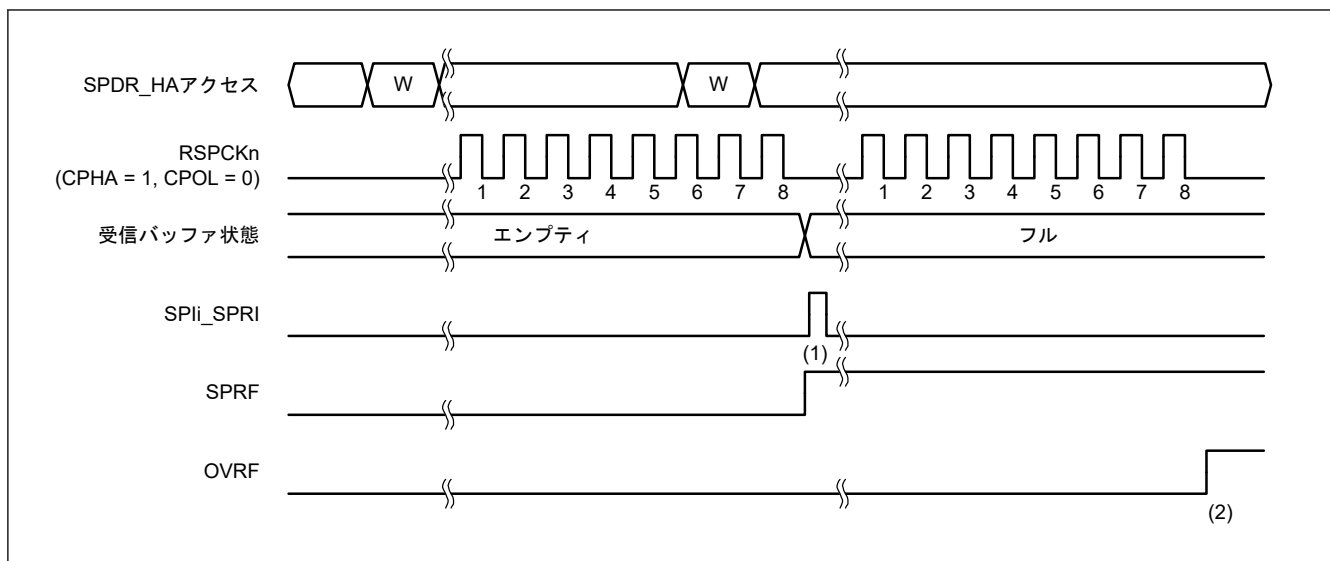
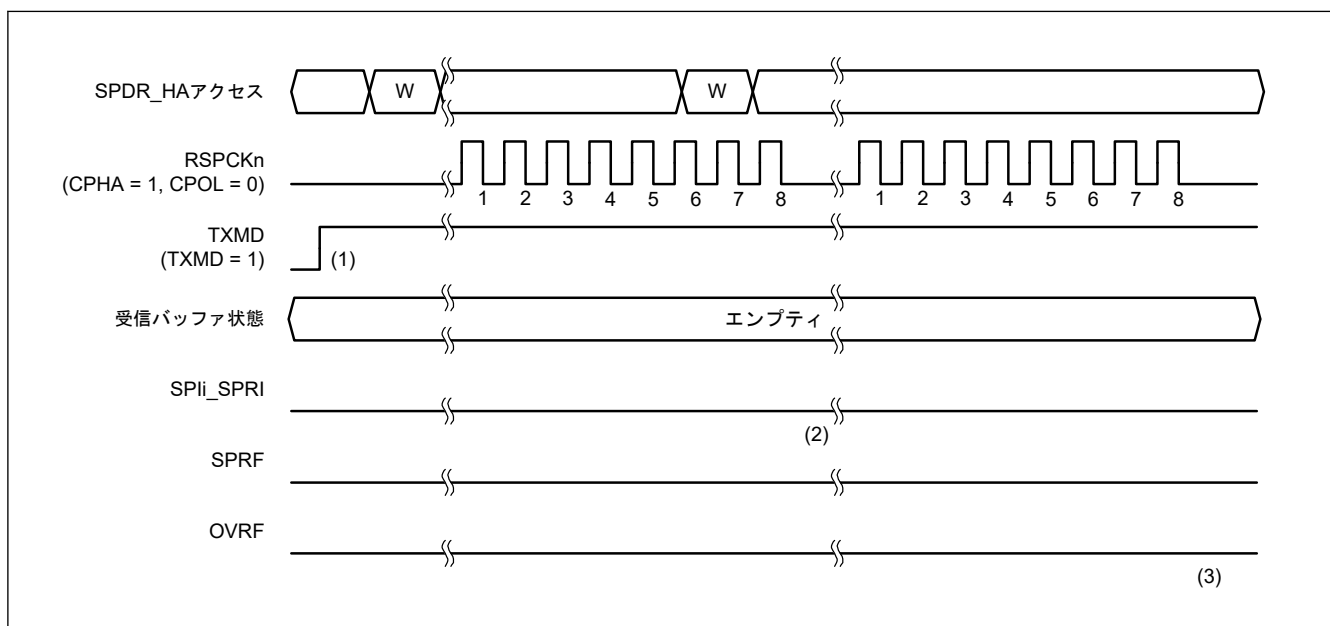
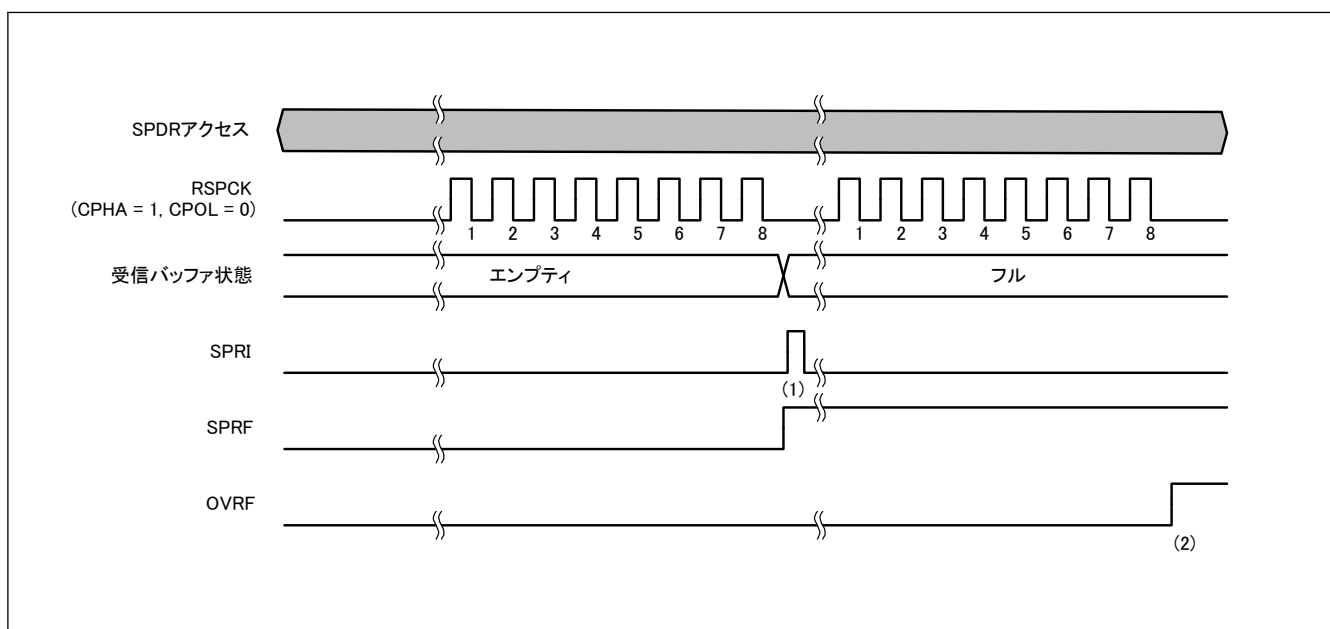

図 28.26 SPCR3.ETXMD = 0 かつ SPCR.TXMD = 0 の動作例
図 28.27 SPCR3.ETXMD = 0 かつ SPCR.TXMD = 1 の動作例
図 28.28 MSTR = 0 かつ ETXMD = 1 の場合の動作例
通信動作モード選択ビット (SPCR.TXMD) の設定により、全二重同期式シリアル通信または送信のみの動作が選択できます (拡張通信モード選択ビット (SPCR3.ETXMD) が 0 の場合)。SPCR3.ETXMD ビットが 1 の場合、スレーブモード (SPCR.MSTR = 0) で SPI の動作は受信専用です。これは SPCR.TXMD ビットが SPI の動作に影響を及ぼさないためです。図 28.26、図 28.27、および図 28.28 に記載したレジスタアクセスは、SPDR/SPDR_HA レジスタへのアクセスの条件を示します。W は書き込みサイクルを示します。
図 28.26 に、SPI コントロールレジスタ 3 (SPCR3) の拡張通信モード選択ビット (ETXMD) を 0、通信動作モード選択ビット (SPCR.TXMD) を 0 にした場合の動作例を示します。この例では、SPDCR.SPFC[1:0] ビットが 00b、SPCMDm.CPHA ビットが 1、SPCMDm.CPOL ビットが 0 の設定で、SPI が 8 ビットのシリアル転送を実行しています。RSPCKn 波形の下に記載した数字は、RSPCK サイクル数 (= 転送ビット数) を示しています。
以下に、図 28.26 の (1)、(2) に示したタイミングでのフラグ動作を説明します。
図 28.27 に、SPI コントロールレジスタ 3 (SPCR3) の拡張通信モード選択ビット (ETXMD) を 0、通信動作モード選択ビット (SPCR.TXMD) を 1 にした場合の動作例を示します。この例では、SPDCR.SPFC[1:0] ビットが 00b、SPCMDm.CPHA ビットが 1、SPCMDm.CPOL ビットが 0 の設定で、SPI が 8 ビットのシリアル転送を実行しています。RSPCKn 波形の下に記載した数字は RSPCK サイクル数 (= 転送ビット数) を示しています。
以下に、図 28.27 の (1)～(3) に示したタイミングでのフラグの動作内容を説明します。
図 28.28 に、SPI コントロールレジスタ (SPCR) の SPI マスタ/スレーブモード選択ビット (MSTR) を 0 に設定し、SPI コントロールレジスタ 3 (SPCR3) の拡張通信モード選択ビット (ETXMD) を 1 に設定した場合の動作例を示します。SPI データコントロールレジスタ (SPDCR) の SPFC[1:0] ビット = 00b、SPI コマンドレジスタ (SPCMD) の CPHA ビット = 1、SPCMD の CPOL ビット = 0 の設定で、SPI が 8 ビットデータシリアル転送をする例を図 28.28 に示します。RSPCK 波形の下番号は、RSPCK 周期の番号 (転送ビットの番号) を示しています。